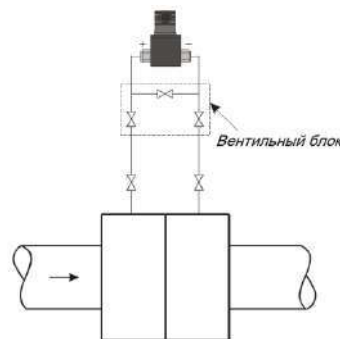
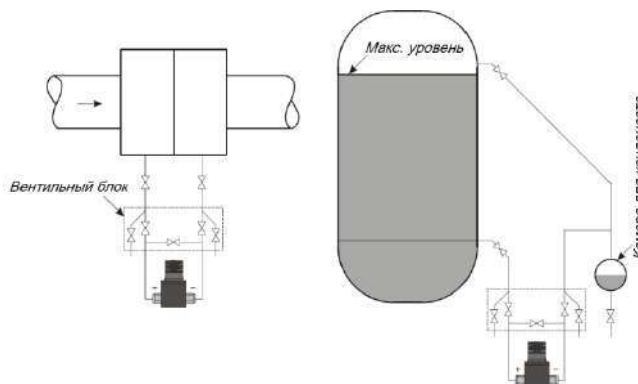

Рисунок 2. Монтаж датчика для измерения давления газа.
Рисунок 3. Монтаж датчика для измерения давления жидкости.
4.4. Механическое присоединение датчиков рекомендуется производить с ориентацией, при которой соединительная линия от места отбора давления имеет односторонний уклон ($\geq 1:10$) вверх к датчику, если измеряемая среда – газ (см. рис. 2), и вниз к датчику, если измеряемая среда – жидкость (см. рис. 3.). Если это невозможно, при измерении давления газа в нижних точках соединительных линий следует устанавливать отстойные сосуды, а при измерении давления жидкости в наивысших точках – газосборники. Отборные устройства для установки датчиков рекомендуется монтировать на прямолинейных участках, на максимально возможном удалении от насосов, запорных устройств, колен, компенсаторов и других гидравлических устройств.